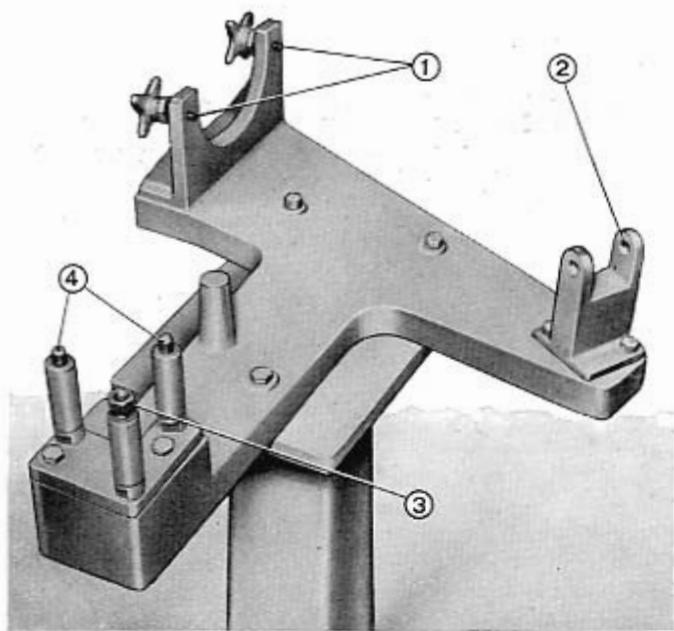
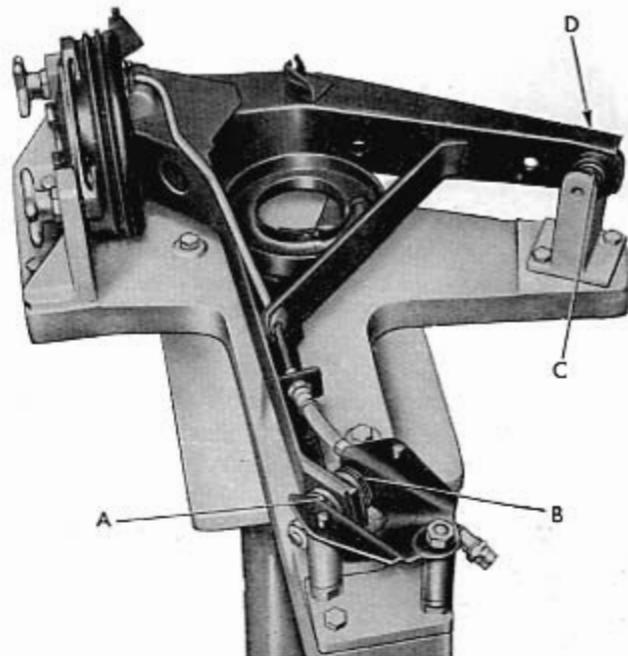
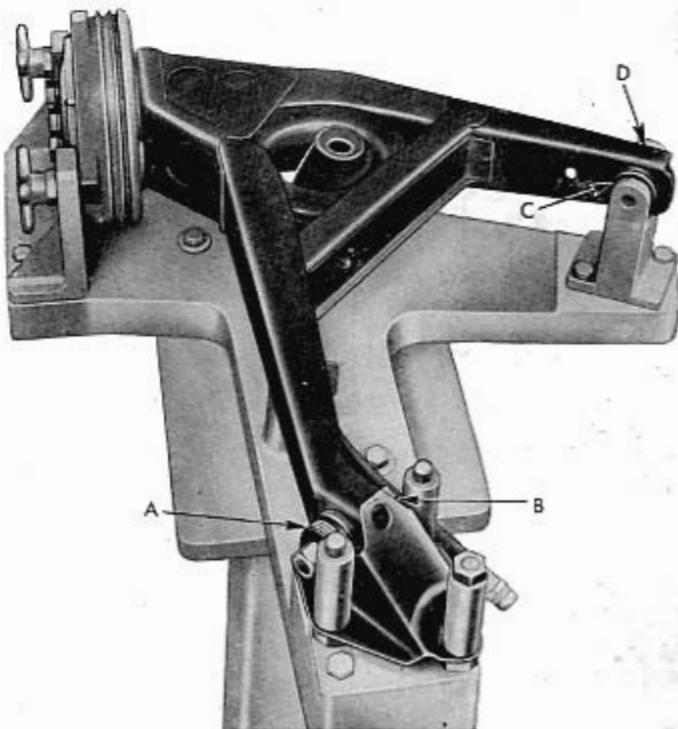

Fig. 247 - Outil A. 66064 pour vérifier et régler le bras oscillant.
Fig. 250 - Réglage du bras oscillant arrière droit sur l'outil A. 66064.
Fig. 251 - Réglage du bras oscillant arrière gauche sur l'outil A. 66064.
- bloquer les petits volants (1, fig. 247) en forme d'étoile sur le tambour de la roue;
- accoupler le demi-bras intérieur dans le siège (2, fig. 247) de l'outil;
- accoupler les trous du support extérieur du bras aux axes (3, fig. 247) de l'outil.
NOTA - Selon qu'il s'agit du bras droit ou gauche, il faut changer les axes (3, fig. 247) d'accouplement aux trous du support extérieur et le bras doit se monter en position normale (fig. 250) ou bien renversée (fig. 251).
Caler six rondelles d'épaisseur, trois de chaque côté, dans les points A et B (fig. 250), entre l'estendbloc et le support de fixation avant du bras au fond de la coque ; pour le centrage des rondelles, utiliser l'axe A. 66057 : ensuite le sortir doucement et introduire à sa place l'axe d'attache du bras au support et visser l'écrou. Ce dernier devra être serré, après réglage de l'alignement des roues arrière, à un couple de 6000 à 7000 mm-kg.
Emmancher ensuite, dans les points C et D (fig. 250), une quantité de rondelles telle à compenser la lumière existant entre l'estendbloc et les deux butées de l'outil. Le nombre de rondelles ainsi déterminé, aussi bien au point C qu'au point D, devra être ensuite monté entre l'estendbloc et les butées de l'étrier intérieur de fixation du bras oscillant au fond de la coque.